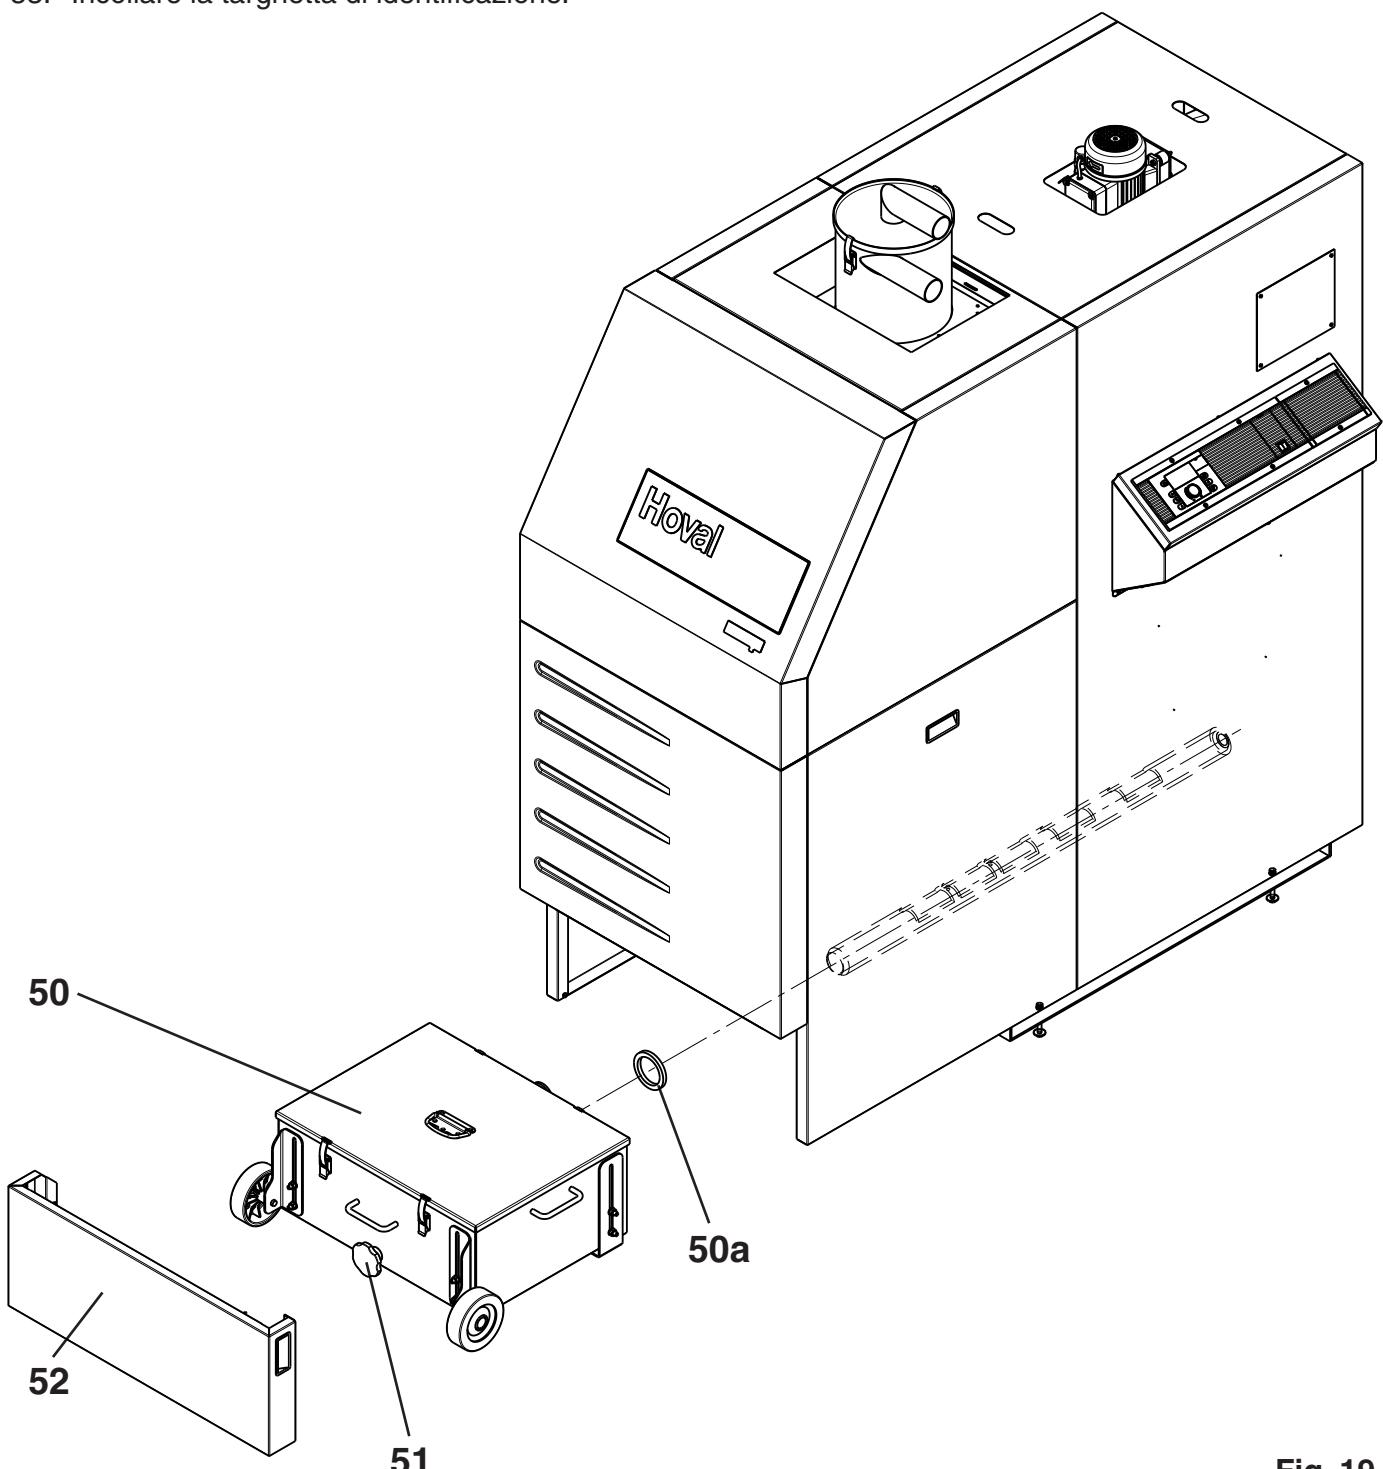

Fig. 19
50. Introdurre il ceneraio (50) nel tubo della coclea (non dimenticare la guarnizione anulare (50a, Fig. 19)); coi dadi applicati lateralmente è possibile regolare l'altezza dei rulli.
**Il ceneraio (50) deve essere allineato orizzontalmente mediante i supporti regolabili dei rulli altrimenti il collegamento con la caldaia non è a tenuta d'aria.**
51. Bloccare il ceneraio (50) con l'aiuto dell'asta filettata (51), prima rimuovere il dado (sicurezza di trasporto).
52. Agganciare la lamiera frontale (52) alle pareti laterali.